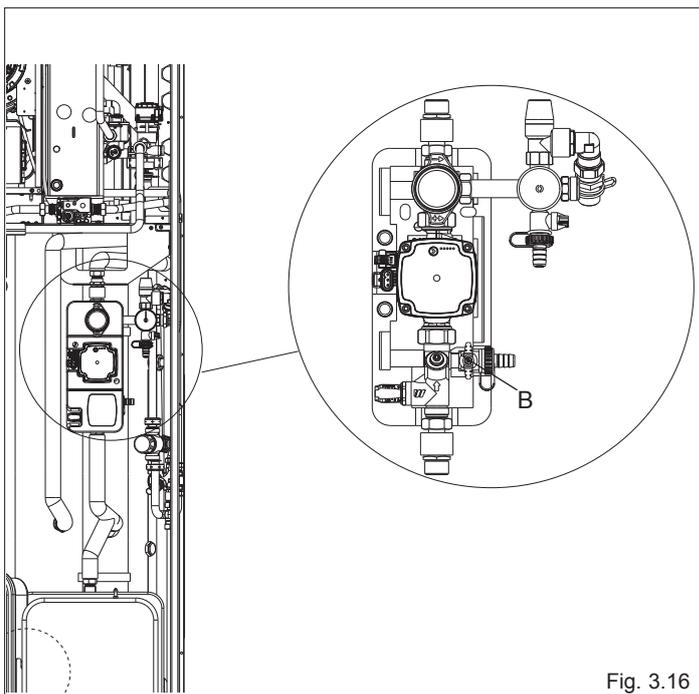

Fig. 3.16
- Collegare il tubo proveniente dal recipiente previsto per la raccolta della miscela acqua-glicole al rubinetto (B) posto sul gruppo (fig. 3.16), aprirlo ed attendere fino a che lo svuotamento del circuito sia completato.